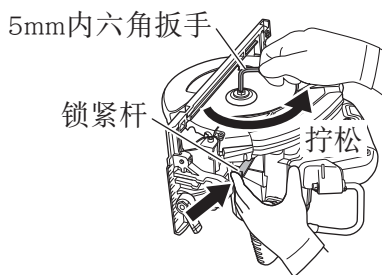

图13
- (1) 压住锁紧杆，锁住主轴，然后用5mm内六角扳手拆下内六角法兰螺栓和垫圈(B)。(图13)